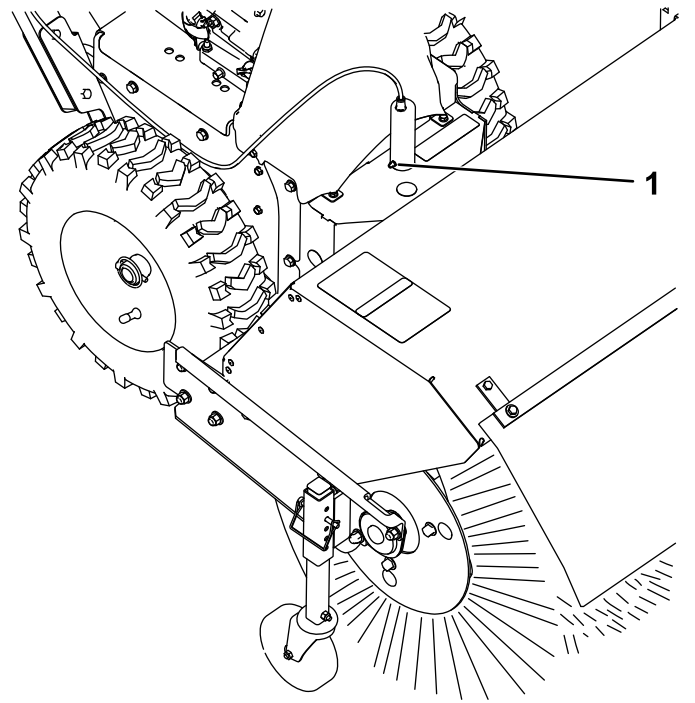

Figura 23
1. Lubrique el acoplamiento del pasador de bloqueo del ángulo del cepillo con grasa de litio N° 2 (Figura 23).